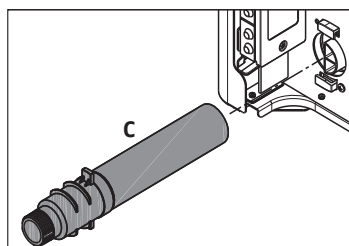

fig. 5
- Sfilare la parte interna (C) del sifone come indicato in fig. 5.